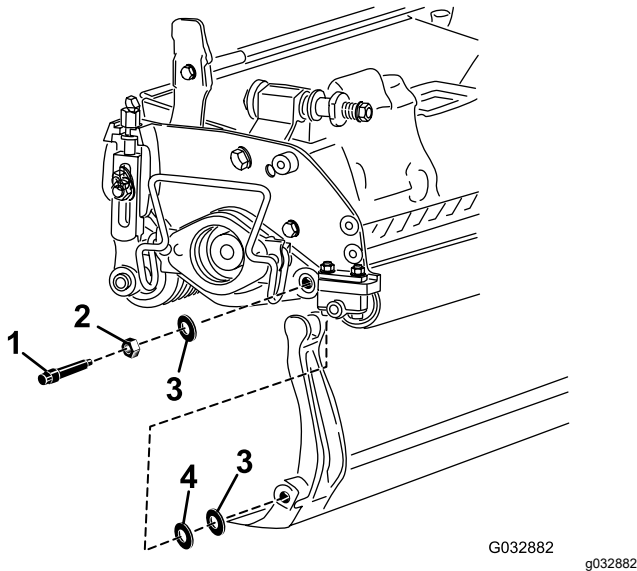

Figura 15
Considerate 2 rondelle in nylon e 1 rondella in acciaio su ciascun lato della barra di appoggio (Figura 15).
- 3. Collocate una rondella in nylon su ciascun lato della flangia di estremità della piastra laterale. Posizionate una rondella in acciaio all'esterno di ciascuna rondella in nylon (Figura 15).